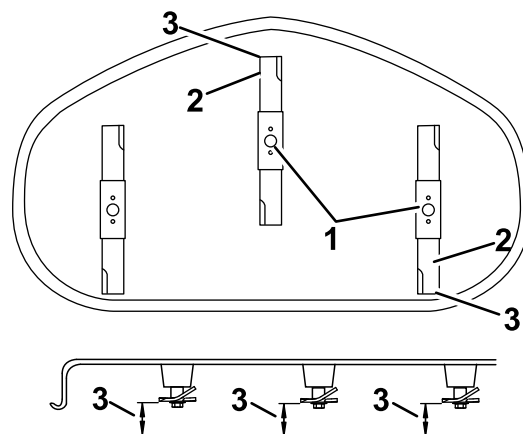

Figuur 66
4. Draai de messen voorzichtig rond, totdat ze in de lengterichting wijzen (Figuur 66).
5. Meet de afstand tussen de rand van het voorste mes en het horizontale oppervlak, en de afstand tussen de rand van het achterste mes en het horizontale oppervlak (Figuur 66 of Figuur 67).